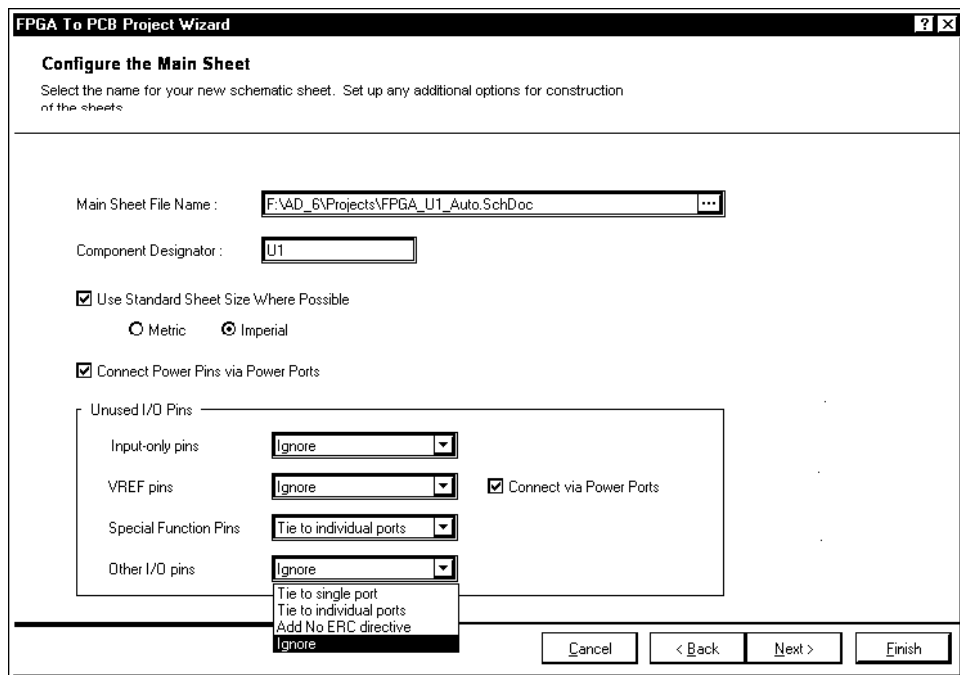

Рис. 8.4. Настройка конфигурации иерархического схемного символа ПЛИС
На странице **Configure the Main Sheet** (Конфигурировать главный лист), (рис. 8.4) строится лист схемного документа РСВ-проекта, содержащий изображение символа ПЛИС с присвоенными выводам микросхемы обозначениями цепей и изображениями портов логической схемы проекта.
5. В поле **Unused I/O Pins** указать, как следует обходиться с неподключенными входными и выходными контактами ПЛИС. Возможны следующие варианты выбора (см. рис. 8.4):